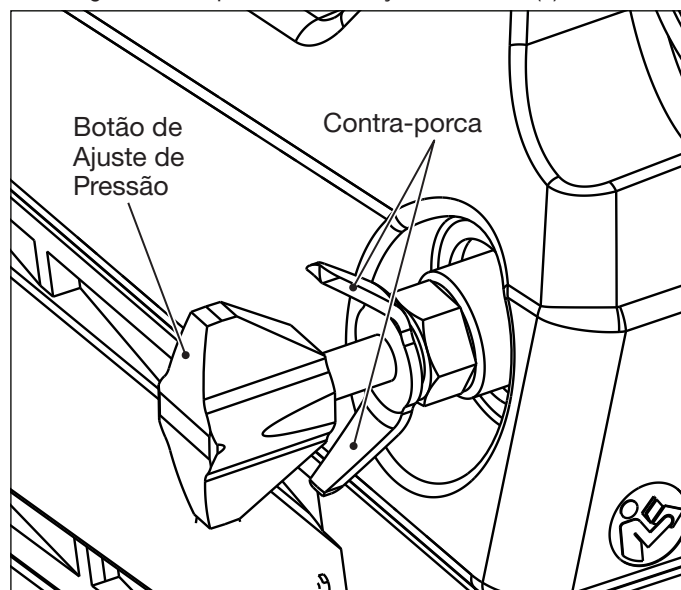

Figura 9: Ajuste de Pressão (torque) da Válvula de Alívio
2. Verifique o manômetro hidráulico da bomba. Se houver indicação de pressão, solte a contraporca da válvula de alívio e gire o botão de ajuste de pressão no sentido anti-horário até que a pressão seja aliviada e o medidor indique zero (0) bar/psi. Consulte a Figura 9.
A bomba contém uma válvula de alívio de pressão hidráulica ajustável pelo usuário que permite que a bomba seja ajustada para uma pressão-alvo específica correspondente ao torque desejado necessário para sua aplicação. Veja Figura 9.
AVISO Se a bateria estiver totalmente descarregada ou se a função de alívio de pressão não estiver funcionando, alivie a pressão retida manualmente girando o botão da válvula de alívio da bomba no sentido anti-horário até que a pressão seja aliviada. Consulte a Figura 9.